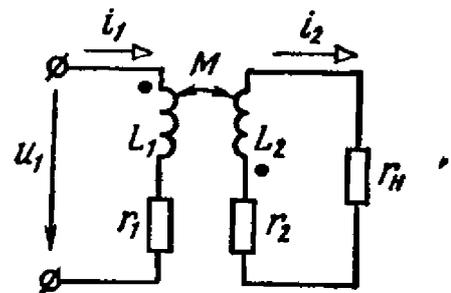

Рис. 5.5
5.5. Вариометр взаимной индуктивности типа ПИ-1Г (рис. 5.5) имеет следующие параметры катушек: $L_1 = L_2 = 16$ мГ, $r_1 = r_2 = 20$ Ом, коэффициент магнитной связи катушек $K_{св} = 0,625$.
5.6. Найти токи цепи, схема которой приведена на рис. 5.5, и построить для нее векторную диаграмму, если напряжение источника питания $U_1 = 100 \text{ В}$.